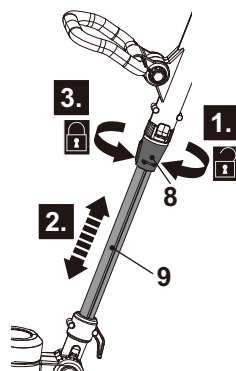

Fig. 5
1. Afloje el casquillo de cierre (8) en el sentido de las agujas del reloj (Fig. 5, paso 1).
2. Tire del polo inferior (9) hacia fuera o empújelo para ajustar la longitud deseada (Fig. 5, paso 2).
3. Apriete el casquillo de cierre (8) en el sentido contrario a las agujas del reloj (Fig. 5, paso 3).